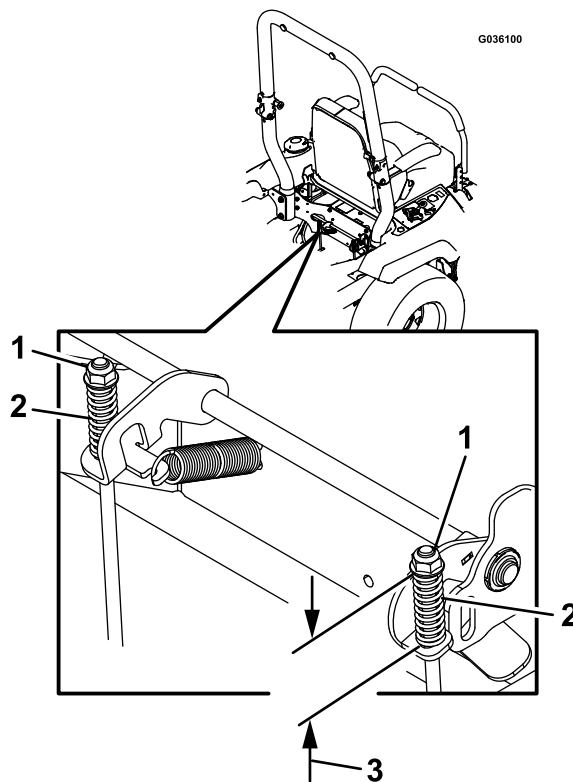

Рисунок 59
7. Проверьте длину обеих пружин, как показано на Рисунок 59. Если необходима регулировка, поверните верхнюю гайку по часовой стрелке для уменьшения длины пружины и против часовой стрелки для ее увеличения.